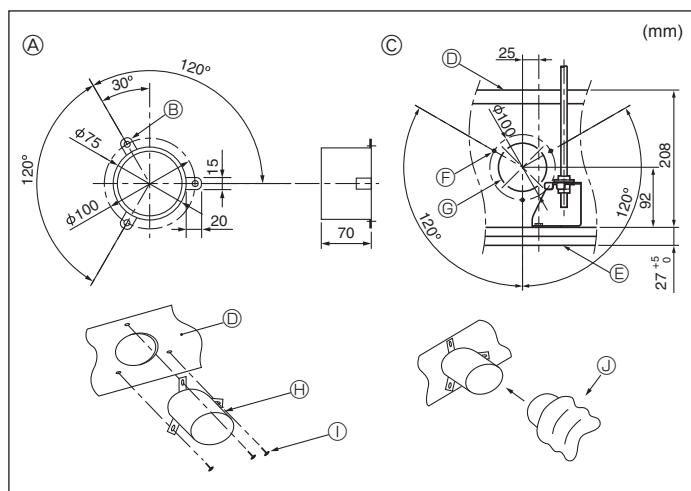

Fig. 4-3
4.3. Installazione del condotto (in caso di ingresso d'aria fresca) (Fig. 4-3)